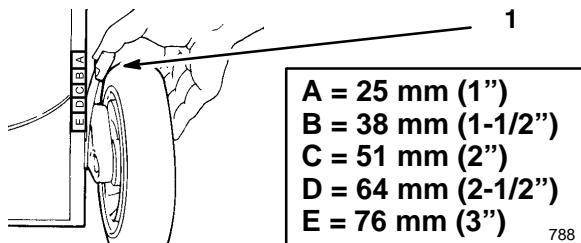

Figure 9
- Pour modifier la hauteur de coupe, tirer le levier de réglage vers la roue et le placer dans la position souhaitée (Fig. 9).